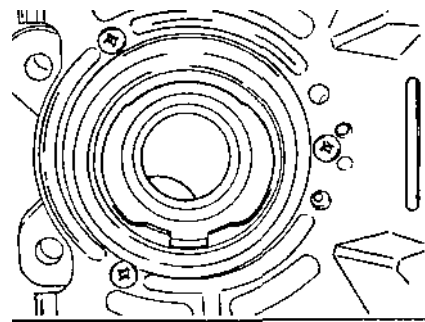

Рис. 7.34.
- при необходимости демонтажа защитного кожуха 21 тормозного диска (рис. 5.1) выкрутить винты его крепления к поворотному кулаку подвески и снять этот кожух (рис. 7.34).